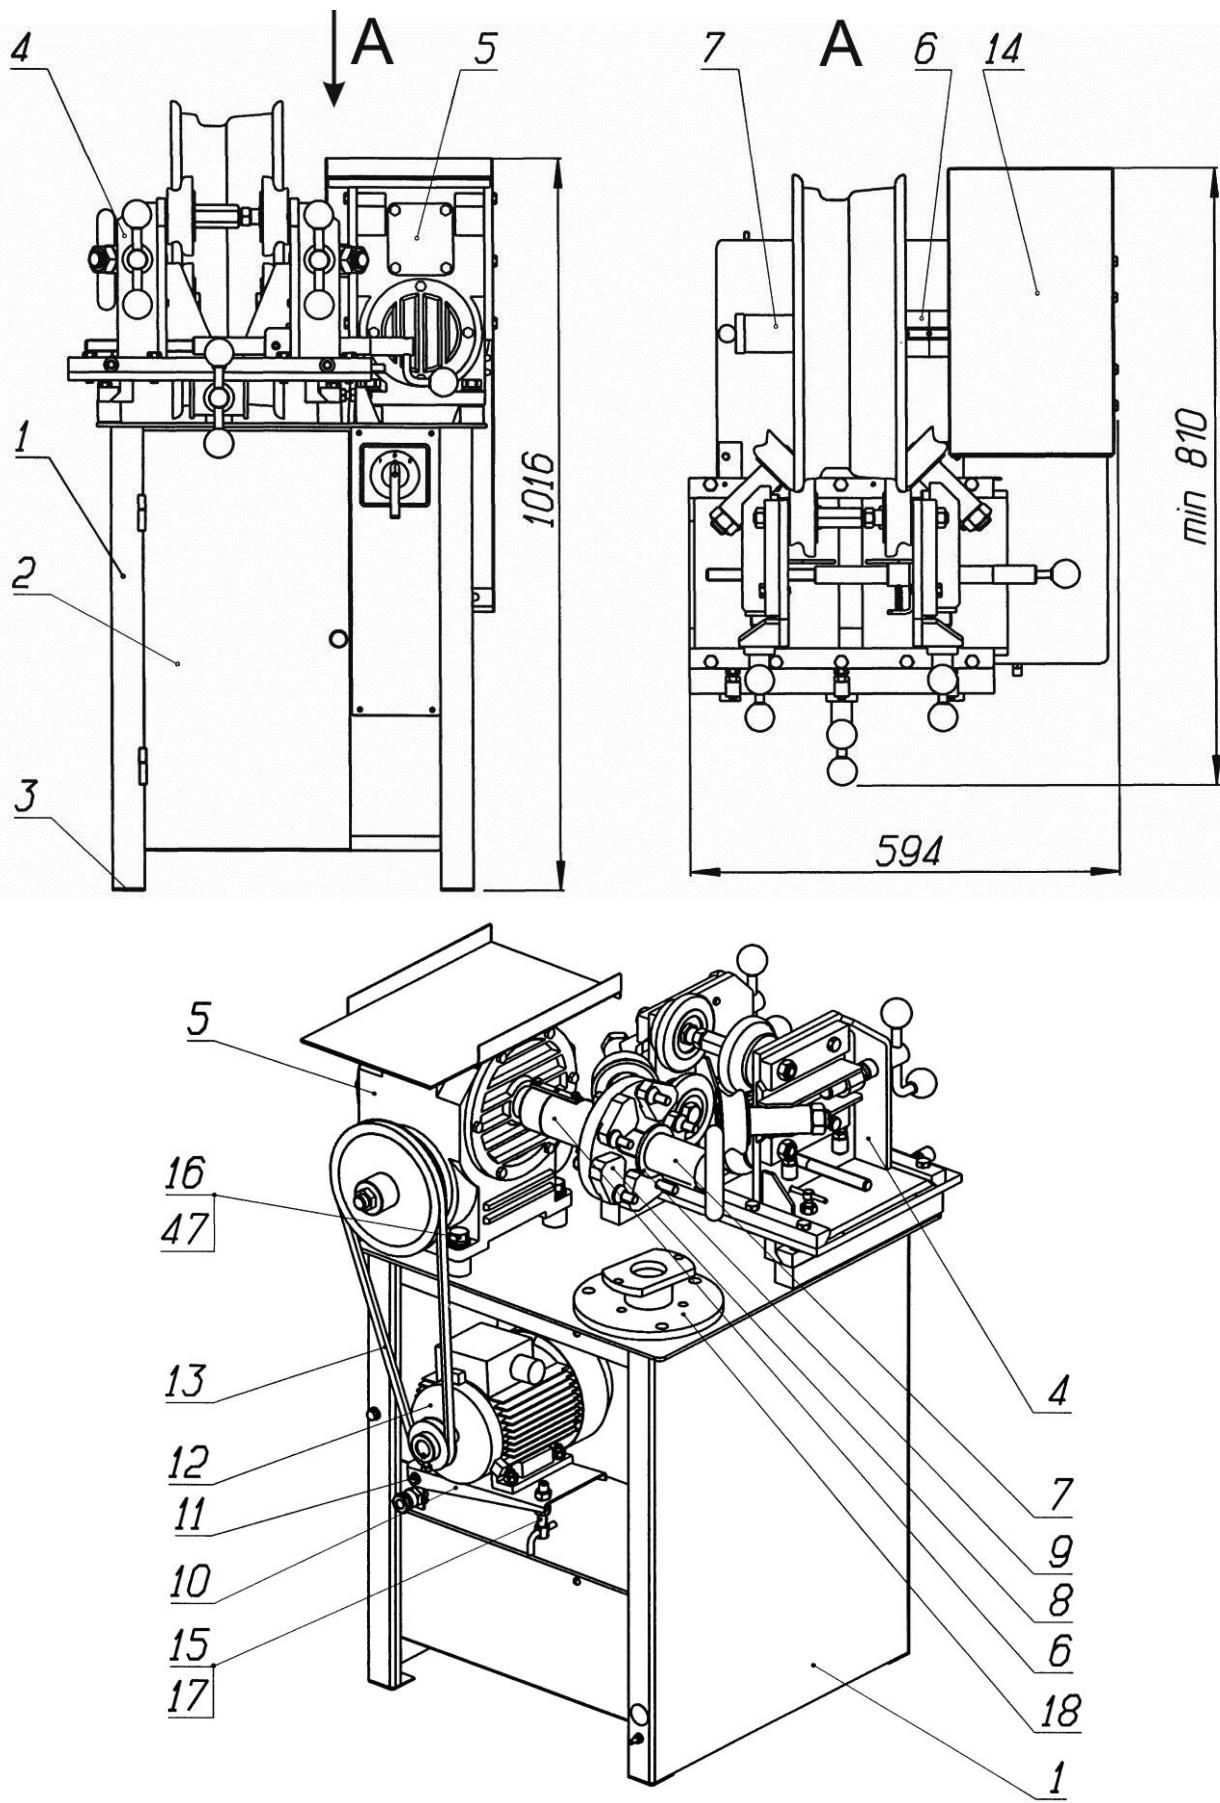
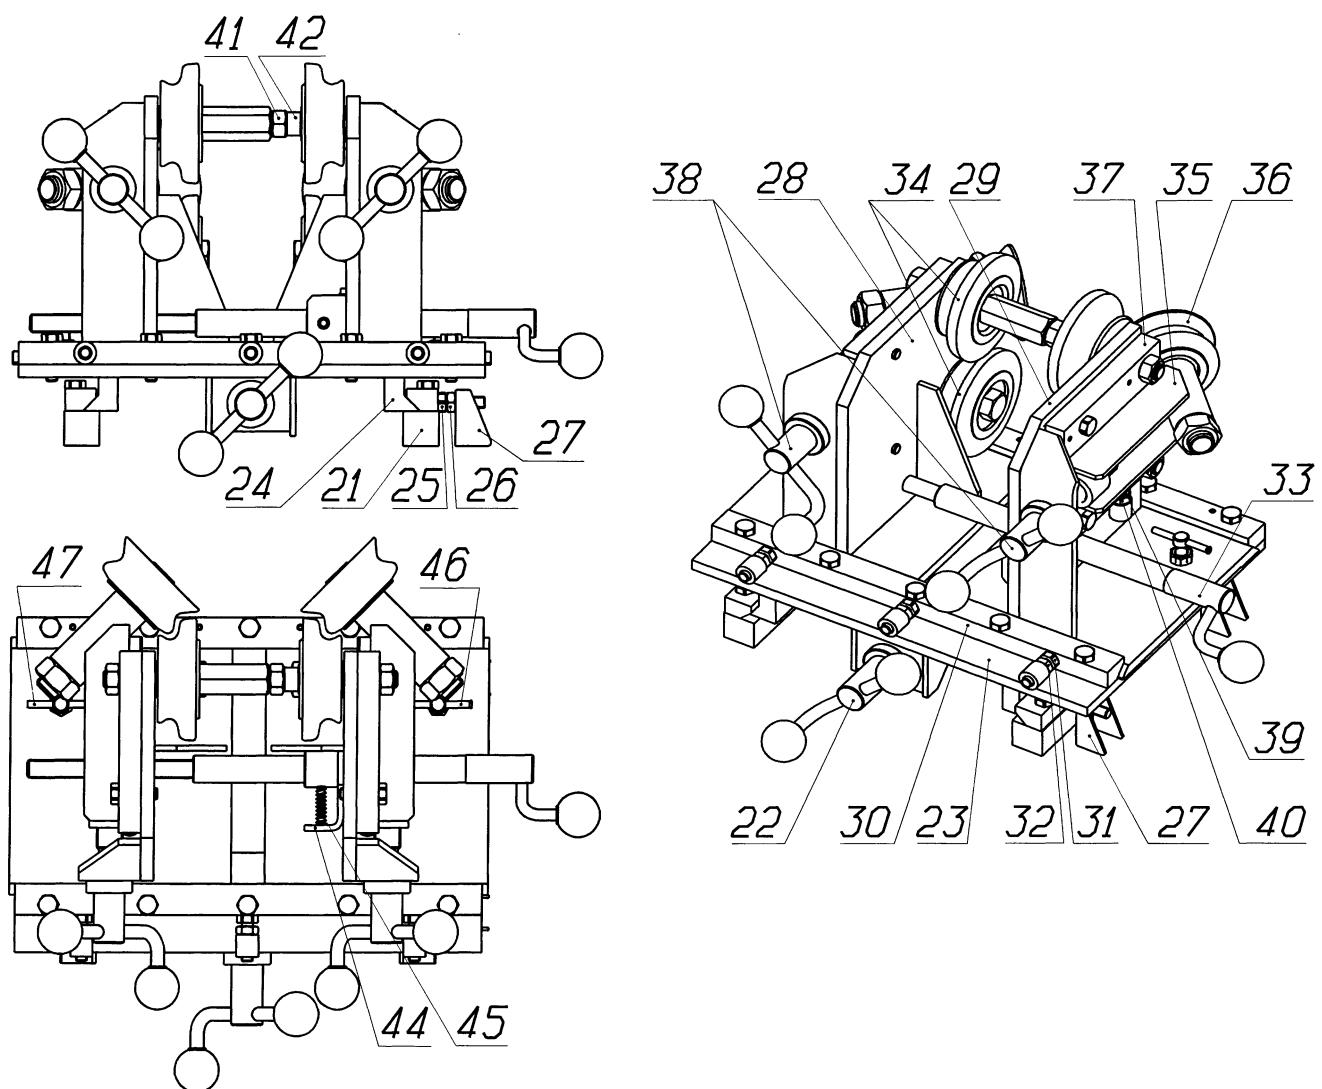
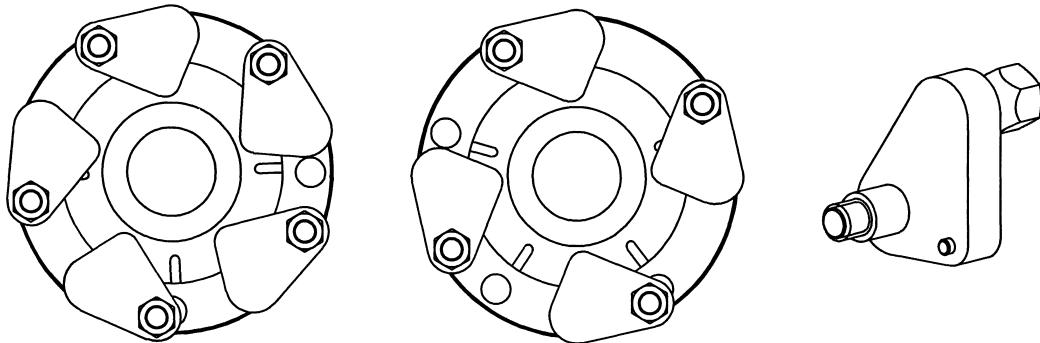

Рисунок 2 - Устройство стенда
Рисунок 3 - Устройство дископравное
Рисунок 4 - Варианты сборки универсального переходного фланца
Установка колеса на шпиндель осуществляется при помощи универсального переходного фланца изображенного на рис. 4. Для крепления колес с четырьмя или пятью отверстиями на переходном фланце следует установить соответственно четыре или пять поводков. Конические гайки позволяют надёжно центрировать диск с увеличенными или разбитыми крепёжными отверстиями. Фланец закрепляется на наконечнике 6 гайкой 7.(рисунок 2)
Стенд комплектуется дополнительным фланцем 18(рисунок 2) для крепления колес автомобиля ГАЗ 3302 «Газель» и всех моделей «ВАЗа».
- Установить кожух 14 согласно рис. 2.
6.2.1. Подвести большие правильные Ролики 34 (рис.3) к полкам обода колеса. Должно производиться одновременное касание обода к четырем роликам 34. Допуск не параллельности оси колеса и оси роликов по горизонтали и вертикали должен составлять не более  $\pm 0,5$  мм. Болты 16 (Рис.2) затянуть до отказа, соблюдая равномерность затяжки.